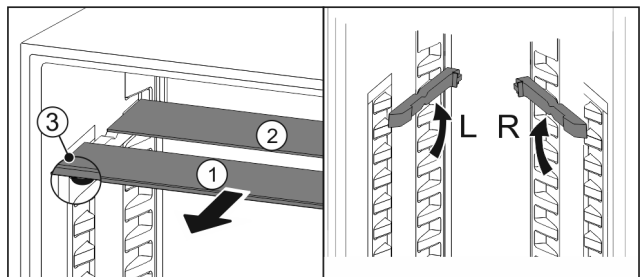

Fig. 126
- Sortir les tablettes par l'avant Fig. 126 (1).
- La tablette en verre *Fig. 126 (1)* avec bordure décorative est située à l'avant.
- Les butées *Fig. 126 (3)* sont orientées vers le bas.